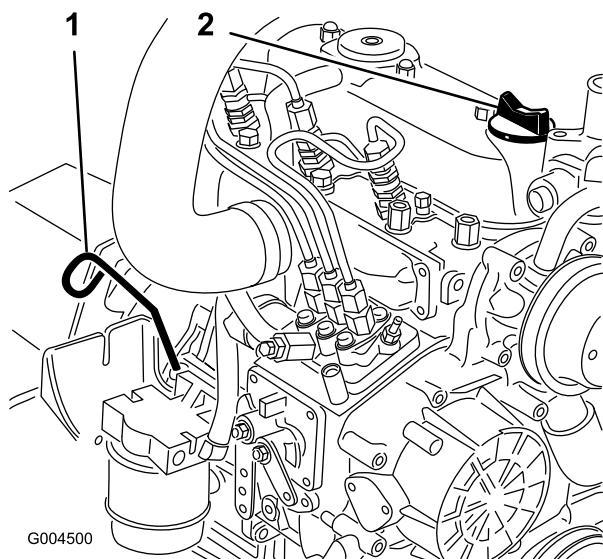

Figure 42
3. Retirez la jauge (Figure 42), essuyez-la sur un chiffon et remettez-la dans le goulot de remplissage. Sortez de nouveau la jauge et vérifiez le niveau d'huile.
4. Si le niveau n'atteint pas le repère maximum, enlevez le bouchon de remplissage (Figure 42) et faites l'appoint jusqu'à ce que le niveau correct soit atteint.